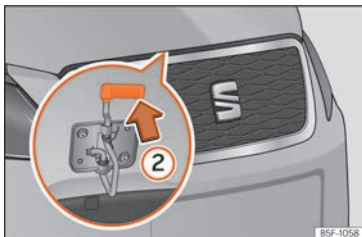

Abb. 14 Hebel unter der Motorraumklappe.
- Zum Anheben der Motorraumklappe drücken Sie die Wippe unterhalb der Motorhaube nach oben »» **Abb. 14 ②**. Dabei wird der Fanghaken entriegelt.